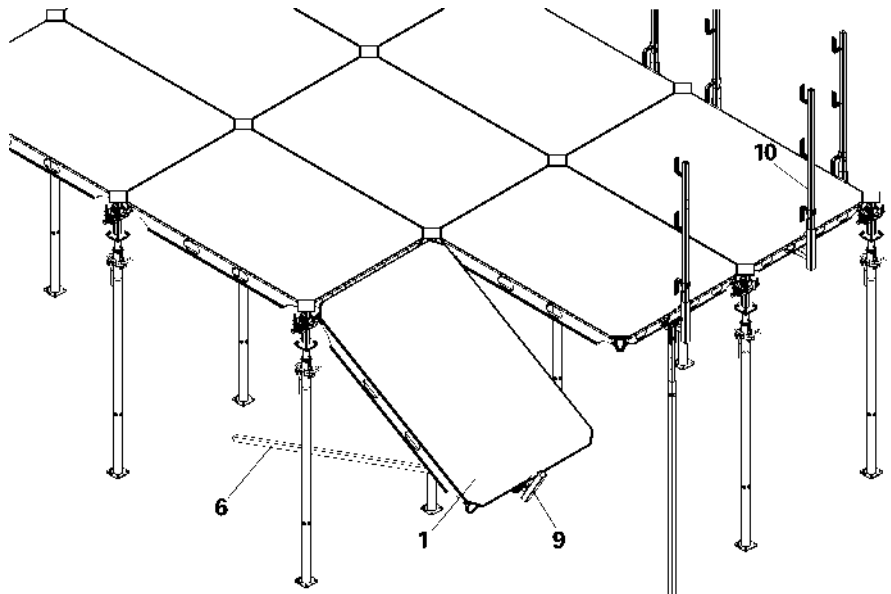

Fig. A9.03
4. Rodar o painel ADP (1) com para cima com o auxiliar de cofragem (6). (Fig. A9.03)
5. Inserir a Guarda-corpo HSGP-2 (10) no suporte de guarda-corpo (9) por cima. (Fig. A9.03)